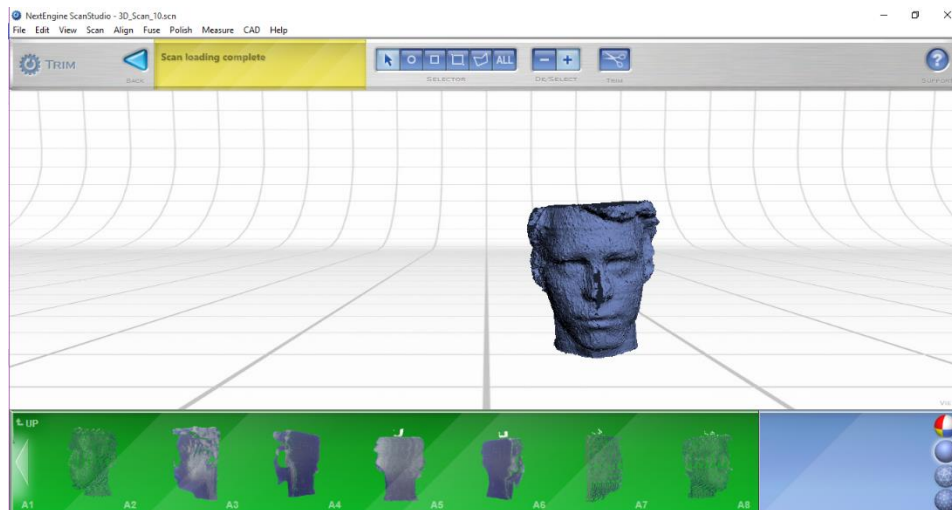

Figura 25. Modelo arreglado.
11. Una vez se haya seleccionado todas las superficies o anomalías que no corresponden al modelo original, se escoge la opción **TRIM** (cortar) para eliminarlos. En la figura 25 se muestra el modelo sin las superficies sobrantes.